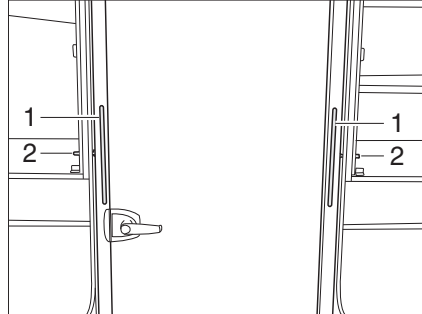
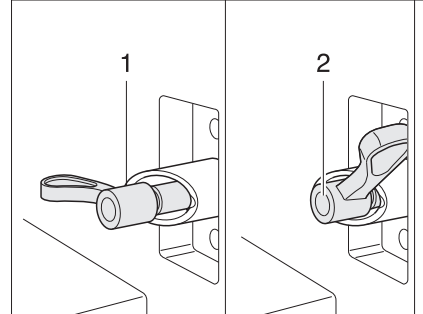

Fig. 228 Cuarto de aseo, introducido
Fig. 229 Bloqueo del cuarto de aseo
- Abrir las puertas del armario ropero de ambos lados del cuarto de aseo (Fig. 228).
- De ambos lados, girar el pestillo con muelle (Fig. 228,2) media vuelta. El ala de la palanca de bloqueo deberá encontrarse en la posición más alta del casquillo achaflando (Fig. 229,1).
- Extraer el cuarto de aseo tirando de los tiradores (Fig. 228,1) hasta el tope sin ladearlo.
- Girar el pestillo con muelle de cada lado media vuelta de regreso y dejar que engatille (Fig. 229,2).
- Introducir el cuarto de aseo tirando de los tiradores (Fig. 228,1) hasta el tope sin ladearlo.